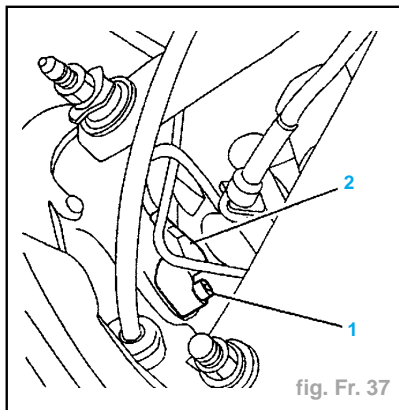

fig. Fr. 37
- Desserre la vis (1) (fig. Fr. 37).
- Déposer le capteur (2).